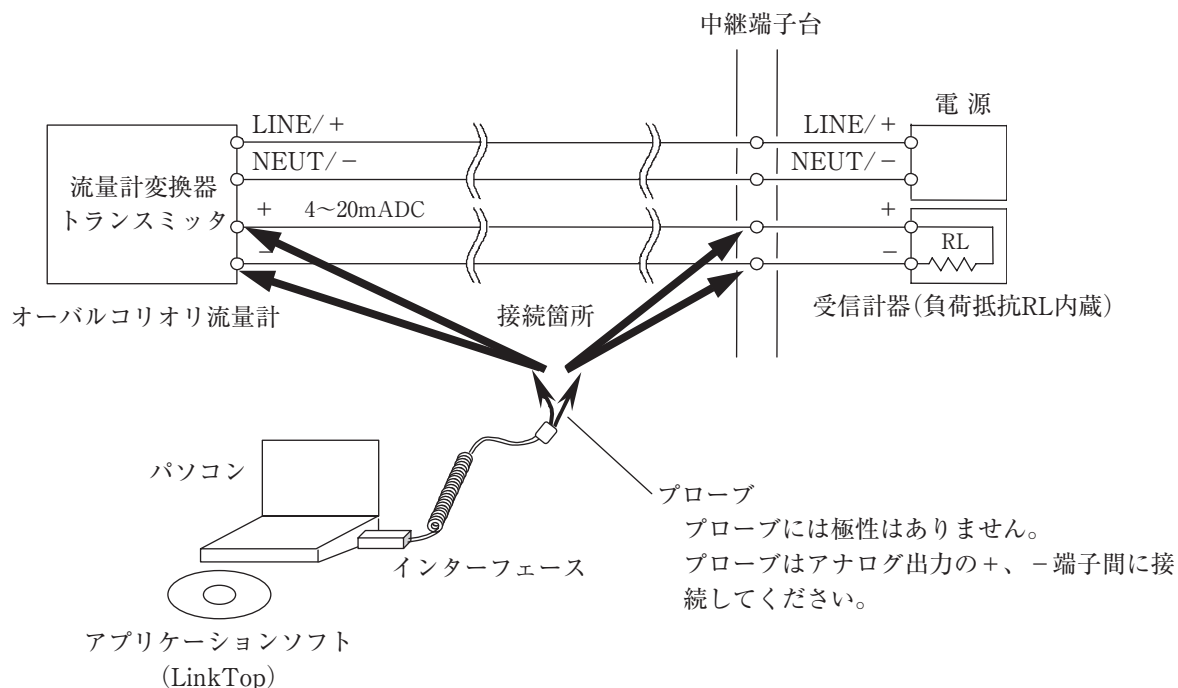

図2
機器の接続は図2のようになります。
（注）図2中、パソコンはお客様にて準備していただきます。
- ① 流量計変換器、インターフェース、「LinkTop」をインストール済みのパソコンを図2のように接続します。
- ② LinkTopを起動させるには、パソコンの画面左下の「スタート」から「プログラム」の中のLinkTop for ALTI mass(J)をクリックします。
- ③ 画面上部メニューの「File(F)」の中の「ポート設定(I) Ctrl+I」をクリックします。